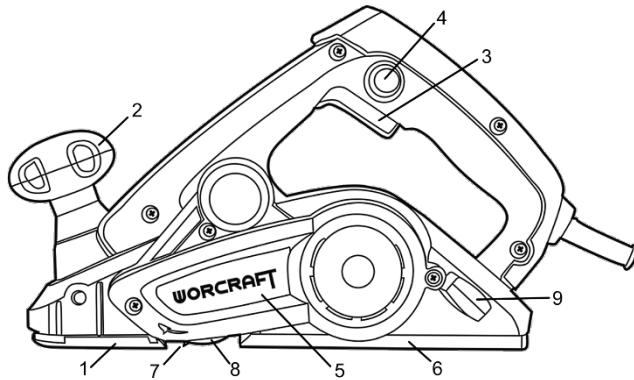

Рисунок 1
Для вимкнення виробу спочатку натисніть кнопку блокування клавіші вимикача (4), а потім натисніть пускову клавішу 3 (рисунок 1). Для вимкнення виробу клавішу (3) слід відпустити. Щоб обробка була найбільш ефективною, рекомендується закріплювати заготовку під невеликим кутом, а стругання виробляти зверху вниз. Для грубої обробки м'якої деревини дозволяється використовувати максимальне занурення ножового барабану (3 мм). У випадку, якщо необхідно одержати гладку, рівну поверхню, то глибину стругання рекомендується виставляти невеликої (0,1 - 0,3 мм). Перед початком обробки поверхні слід дочекатися максимальної швидкості обертання барабану з ножами.